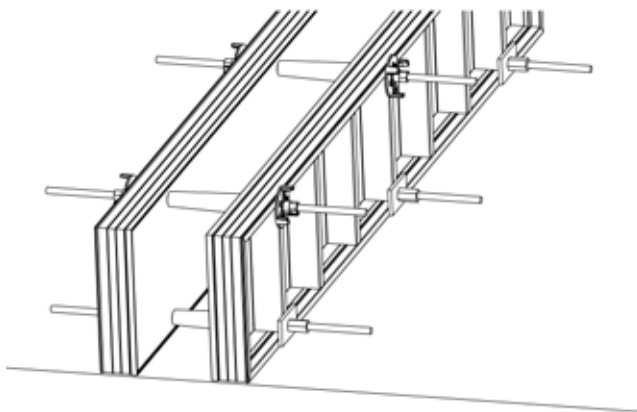

Fig. 39 : Ecrou six pans
Fig. 39 bis
- L'élément standard et l'élément de cintrage seront reliés par 2 fois 2 serrures (figure 39).